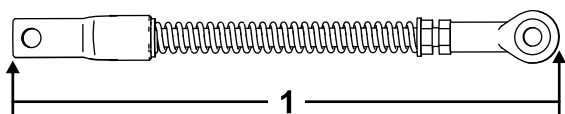

Figura 48
4. Desaperte a porca de bloqueio e ajuste a manivela até que meça 24 cm de ponta a ponta (Figura 48).